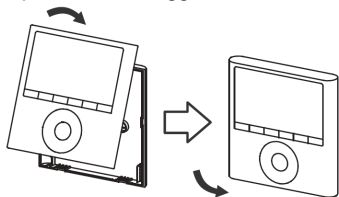

Fig. 3-9
- Durante la regolazione e il montaggio del coperchio superiore, evitare di comprimere il cablaggio durante l'installazione (fig. 3-9).